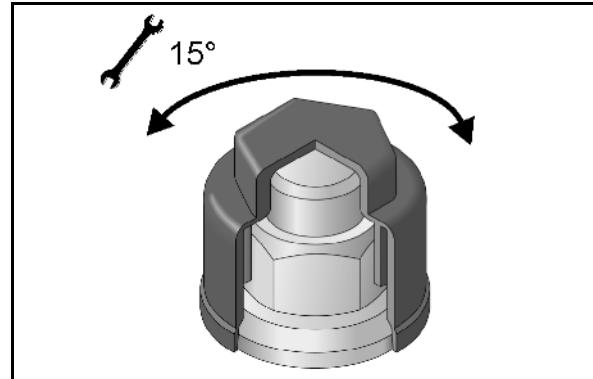

Рис. 169
1. Надавите на натяжной ролик (Рис. 169/1) при помощи торцового ключа (Рис. 169/3) в направлении стрелки так, чтобы установочный штифт Ø6 мм (Рис. 169/4) зафиксировался в монтажном отверстии. Поликлиновой ремень (Рис. 169/2) теперь не натянут.
2. Сначала снимите поликлиновой ремень (Рис. 169/2) с самого маленького ролика и с натяжного ролика.
4. Наденьте новый поликлиновой ремень (Рис. 169/2).
6. Натяните поликлиновой ремень при помощи натяжного ролика и торцового ключа (Рис. 169/3). Проверьте, правильно ли располагается поликлиновой ремень в своей направляющей.